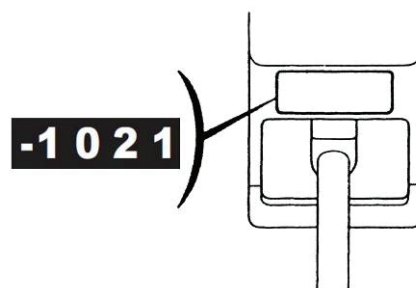

рис.9
6.3 Переключение скорости („вперёд“/“нейтраль“/„назад“) (см. рис.9)
- перевести рычаг переключения скорости в нужное положение (рис.9);